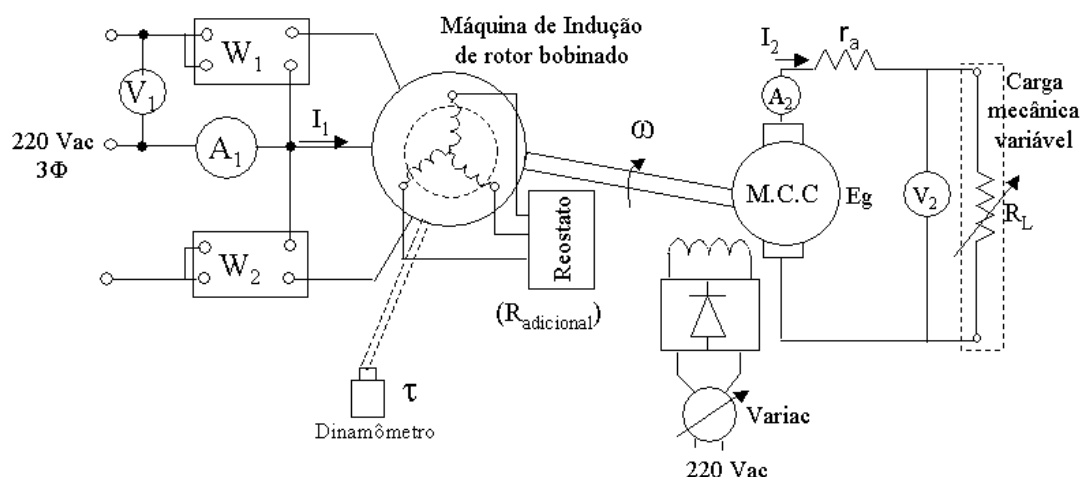

Figura 1: Esquema para o levantamento da parte linear da curva ($\tau \times \omega$).
1. Monte o esquema conforme a figura 1. A máquina de corrente contínua será utilizada como gerador com uma carga variável dada pela resistência R_L .
1. Desligue a carga do esquema da Figura 1.